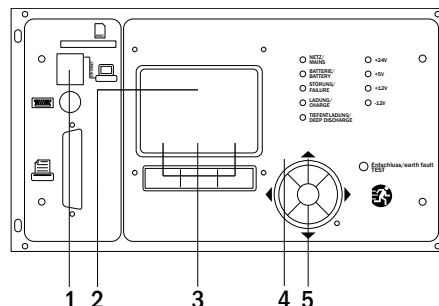

Рис. 19. Элементы управления
Настройка и эксплуатация системы может в полном объеме производиться с помощью органов управления, расположенных на передней панели (рис. 19). Для ввода текста (например для обозначения линий) мы рекомендуем подключить внешнюю клавиатуру к порту PS2 (1).